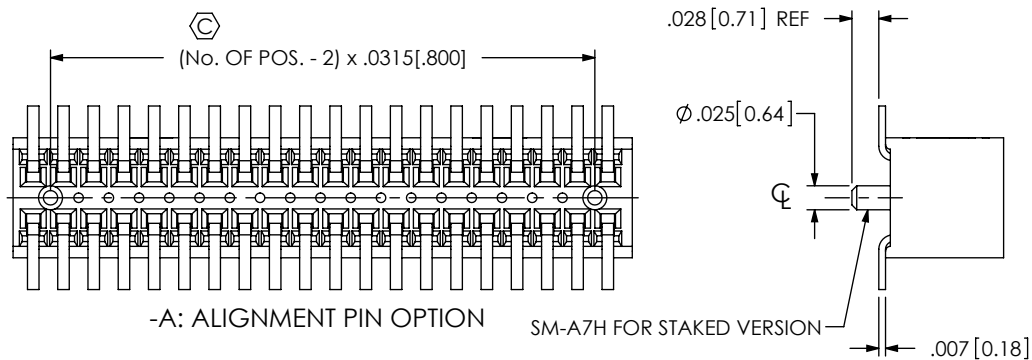

FIG 3
-A: ALIGNMENT PIN (SEE FIG 3 & 4, SHT 2)